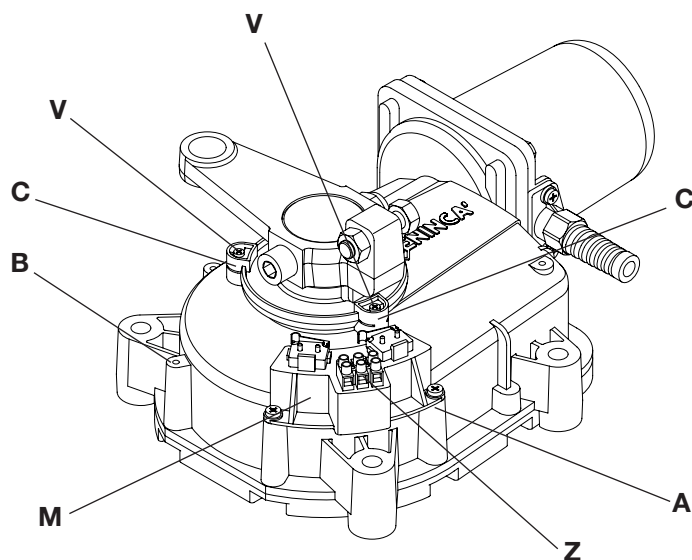

Fig.2
- 2 Montare il gruppo microinterruttori M su una delle due posizioni a disposizione A o B (vedi fig. 2) valutando dove la regolazione delle camme C risulti più agevole.
- 2 Assemble the microswitch group M in one of the positions available A or B (see Fig. 2) choosing the position where the cams C regulation is easier.
- 2 Mikroschaltereinheit M auf einer der beiden freien Stellungen A oder B montieren (siehe Abb.2), da wo die Einstellung der Nocken C handlicher erscheint.
- 2 Monter le groupe des microcontacts M sur l'une des deux positions disponibles A ou B (voir fig. 2) en appréciant l'endroit où le réglage des cames est le plus aisé.
- 2 Montar el grupo de microinterruptores M sobre una de las dos posiciones dispuestas A o B (veáse fig. 2) valorando donde la regulación de los balancines C resulte más fácil.